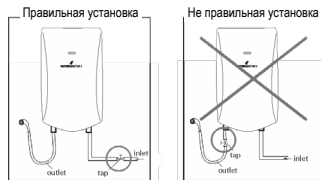

Рис. 14
4. Кран перекрывающий подачу холодной воды необходимо устанавливать перед её входом в водонагреватель. Запрещается установка перекрывающего крана на выходе горячей воды из водонагревателя. (Рис. 14).